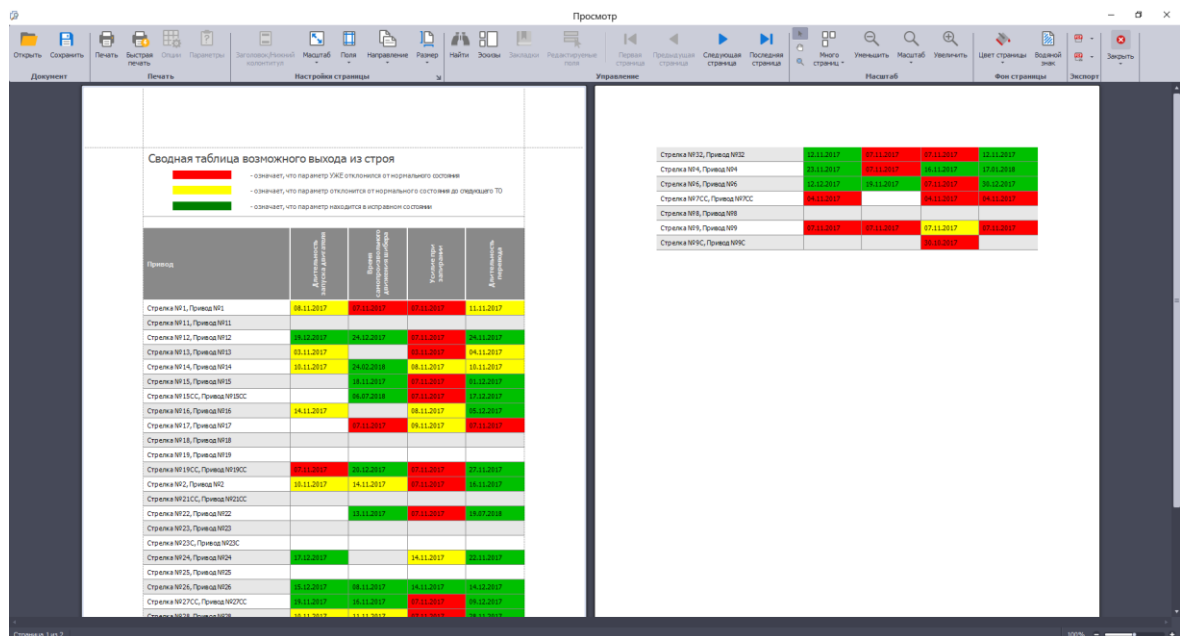

Рисунок 4 – Режим «Графика вероятностей выявленных неисправностей»
- ✓ Создать отчёт – предназначен для создания сводной таблицы возможного выхода из строя (рисунок 4).